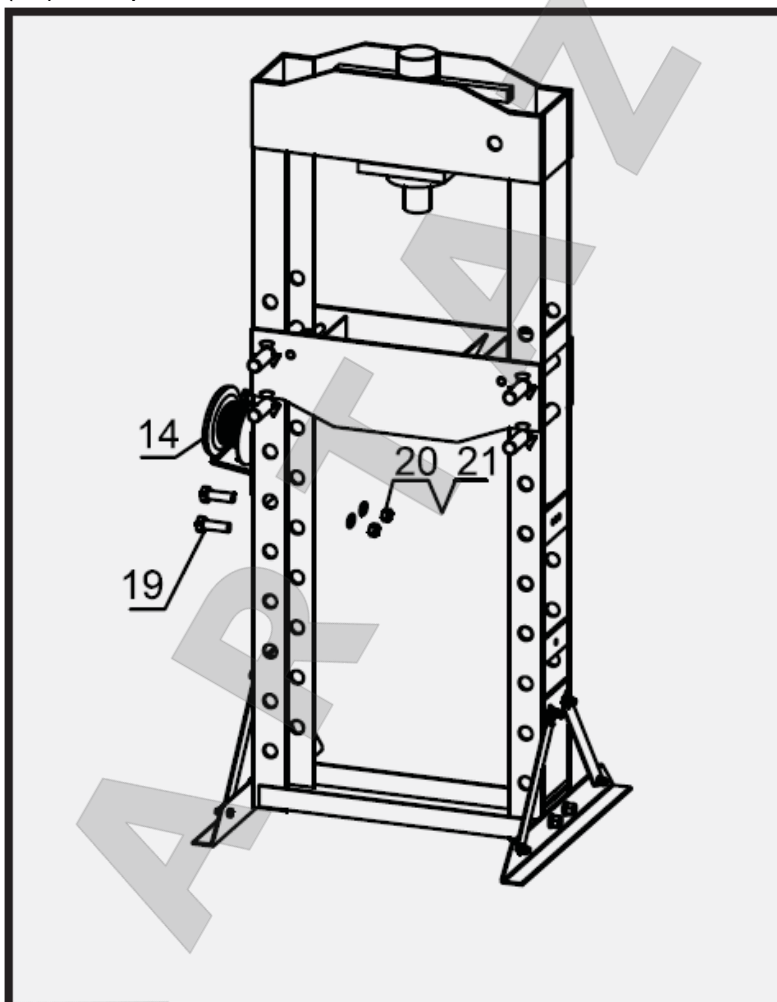

Рис. 3
4. Закрепите лебедку (14) на стойках рамы болтами (19), с шайбами (20) и гайками (21). См. рис. 3.